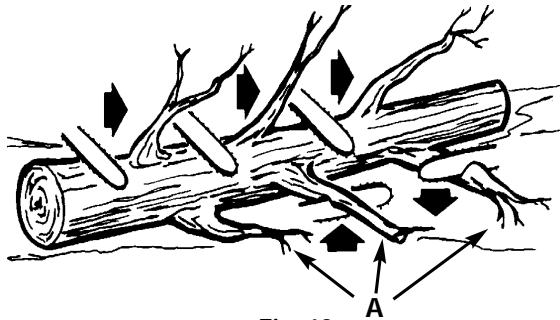

Fig. 12
Nous entendons par ébranchage le fait de débarrasser un arbre abattu de ses branches. Ne pas scier les branches de support (A) avant le tronçonnage de l'arbre (Fig.12). Les branches sous tension devraient être sciées de bas en haut pour éviter de coincer la chaîne.